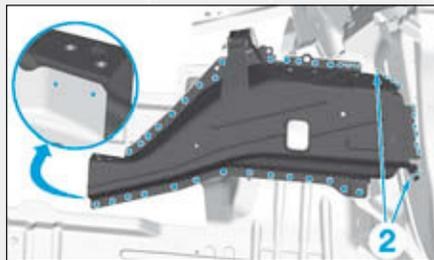

FIG.49
- par cordons MAG la doublure d'aile avant en (2) (Fig.49).